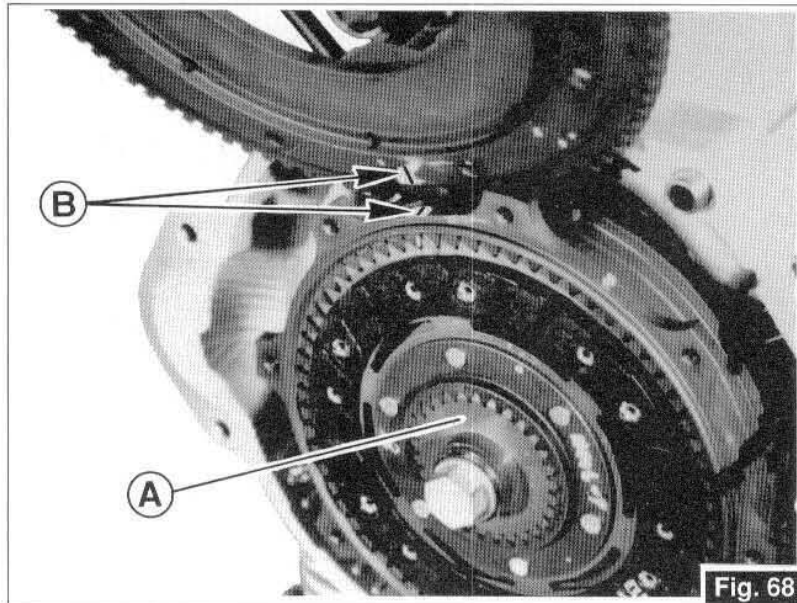

Fig. 68
- Pour le centrage des disques d'embrayage, utilisez l'outil «A» (code 30 90 65 10); bloquez les vis de fixation de la couronne dentée au volant au couple de 1,5÷1,7 kgm. Lors du montage de la couronne de démarrage sur le volant, respectez les marques «B» indiquées dans la Fig. 68.
- Für die Zentrierung der Kupplungsscheiben das entsprechende Zubehörteil "A" (Cod. 30 90 65 10) verwenden; Dichtschrauben des Anlaßkranzes auf dem Schwungrad mit einem Anzugsmoment von 1,5÷1,7 kgm festschrauben. Beim Wiedereinbau der Anlaßkrone auf dem Schwungrad sind die Gegenzeichnungen «B», die auf der Abb.68 wiedergegeben werden, zu beachten.